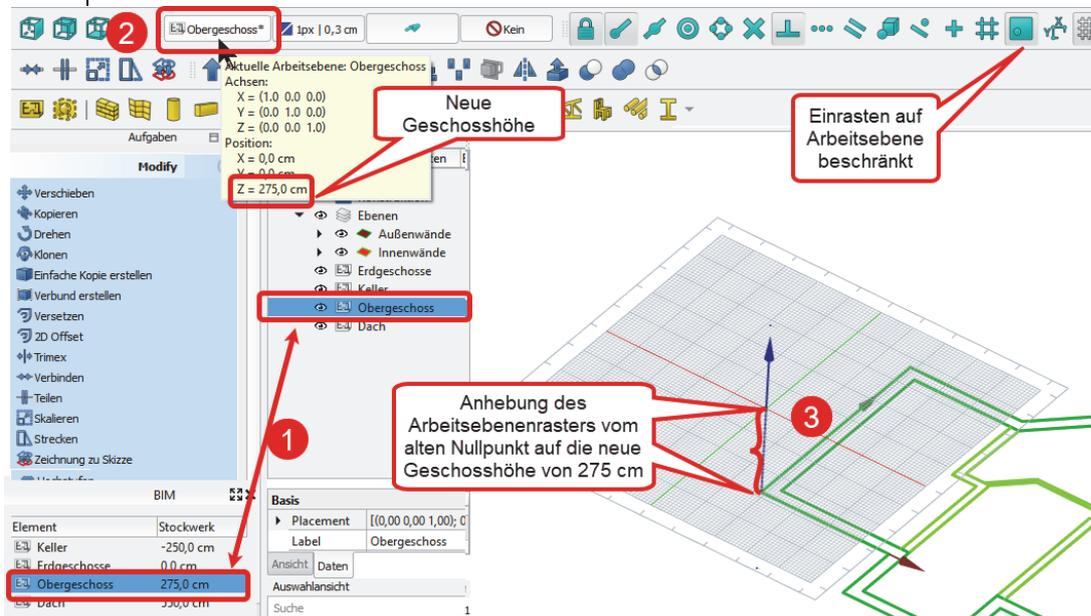

Abb. 21: ARBEITSEBENE auf GESCHOSSHÖHE legen
Die zunächst im BIM-Fenster eingerichteten STOCKWERKE sind auch im BROWSER sichtbar. Sie können verwendet werden, um die ARBEITSEBENEN für die verschiedenen GESCHOSSE auf die entsprechenden z-Höhen zu legen. Dazu aktivieren Sie das gewünschte STOCKWERK im BIM-Fenster oder im BROWSER ① und klicken dann in der ENTWURFS-Symboleiste auf die ARBEITSEBENEN-Box ② (Abbildung 21). Im Zeichnungsfenster können Sie beobachten, wie die Entwurfsrasterebene vom vorherigen Nullpunkt auf die neue z-Höhe wechselt ③.